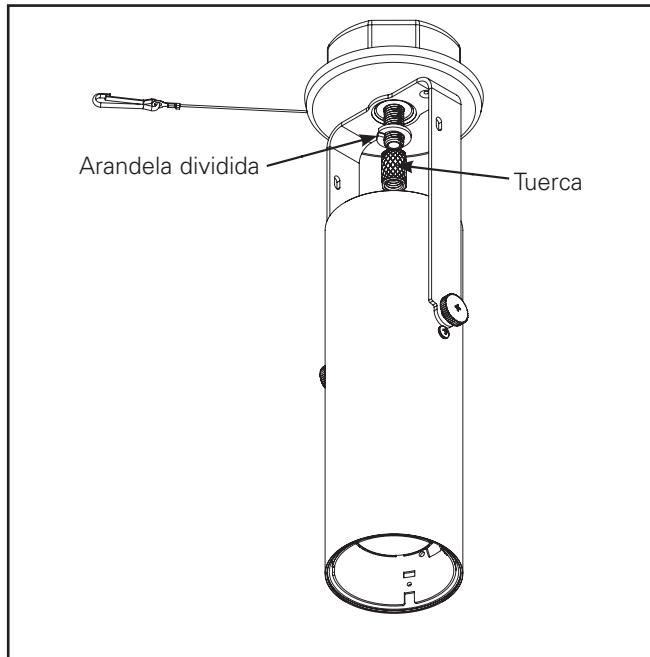

Figura 4
4. La cubierta de resguardo debe estar conectada al cilindro cuando lo reciba. Después de realizar la conexión de cables, deslice la cubierta de resguardo y el brazo de la horquilla al ras del techo y asegúrelas con la tuerca y la arandela dividida que se proveen. (Figura 4) Se recomienda apretarlas primero con los dedos, después ajustar a la orientación deseada y por último usar alicates para apretarlas por completo.